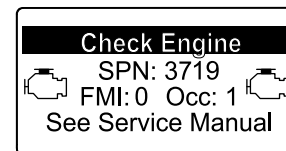

Figura 47
- Si es necesario realizar una regeneración de recuperación, el InfoCenter muestra la advertencia del motor SPN 3719, FMI 16 (Figura 47) y el ordenador del motor reduce la potencia del motor al 85%.